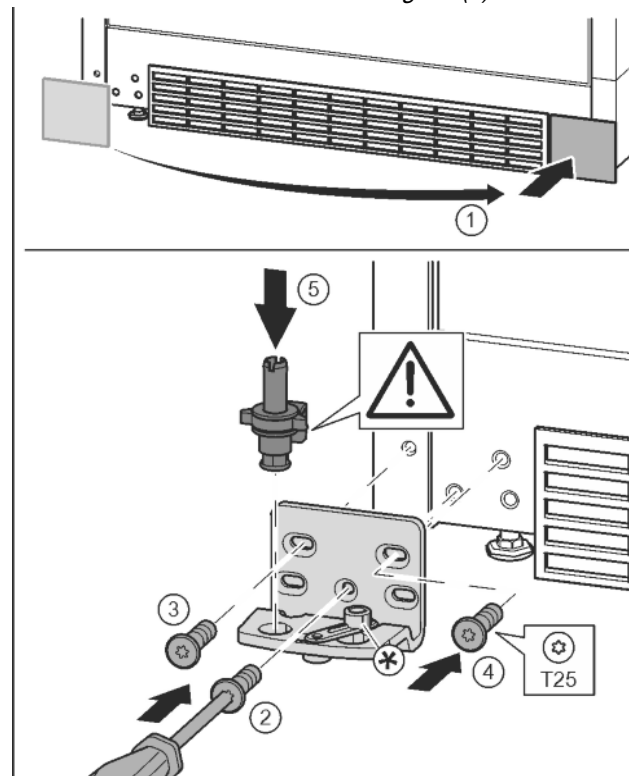

Fig. 17
- Enlever le cache et le mettre de l'autre côté. Fig. 17 (1)
- Poser le support de palier de l'autre côté et le visser à l'aide d'un tournevis T25. Commencer par la vis 2 en bas au milieu. Fig. 17 (2)
- Visser les vis 3 et 4. Fig. 17 (3, 4)
- Mettre en place l'axe de palier complet. Veiller à ce que l'ergot d'enclenchement soit orienté en arrière. Fig. 17 (5)